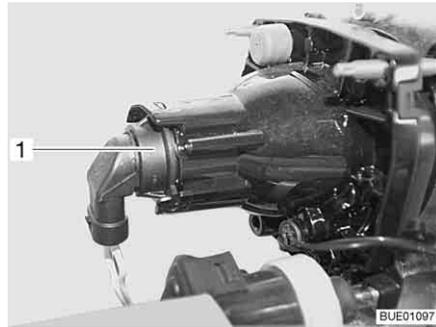

Bild 273 Abblendlicht/Fernlicht/Standlicht
- Hinter den Lampenhalter (Bild 273,1) greifen.